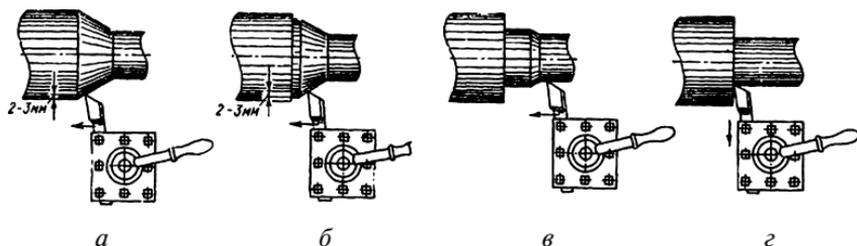

Рис. 41. Обработка уступов
**Приемы обработки уступов.** Обработка уступов осуществляется ступенями. Для этого используют подрезной резец. Его устанавливают на глубину 2–3 мм и включают продольную подачу (рис. 41, *а*). По торцу уступа оставляют припуск около 1 мм для чистовой обработки. После этого резец отводят вправо, снова перемещают его вперед на 2–3 мм и продольной подачей (рис. 41, *б*) снимают следующую ступень. Этот прием повторяют до тех пор, пока вершина резца не коснется поверхности детали, обработанной проходным резцом (рис. 41, *в*). Затем резец перемещают продольной подачей влево несколько больше, чем это делалось при предыдущих проходах, и, наконец, поперечной подачей (рис. 41, *г*), направленной от центра к наружной поверхности